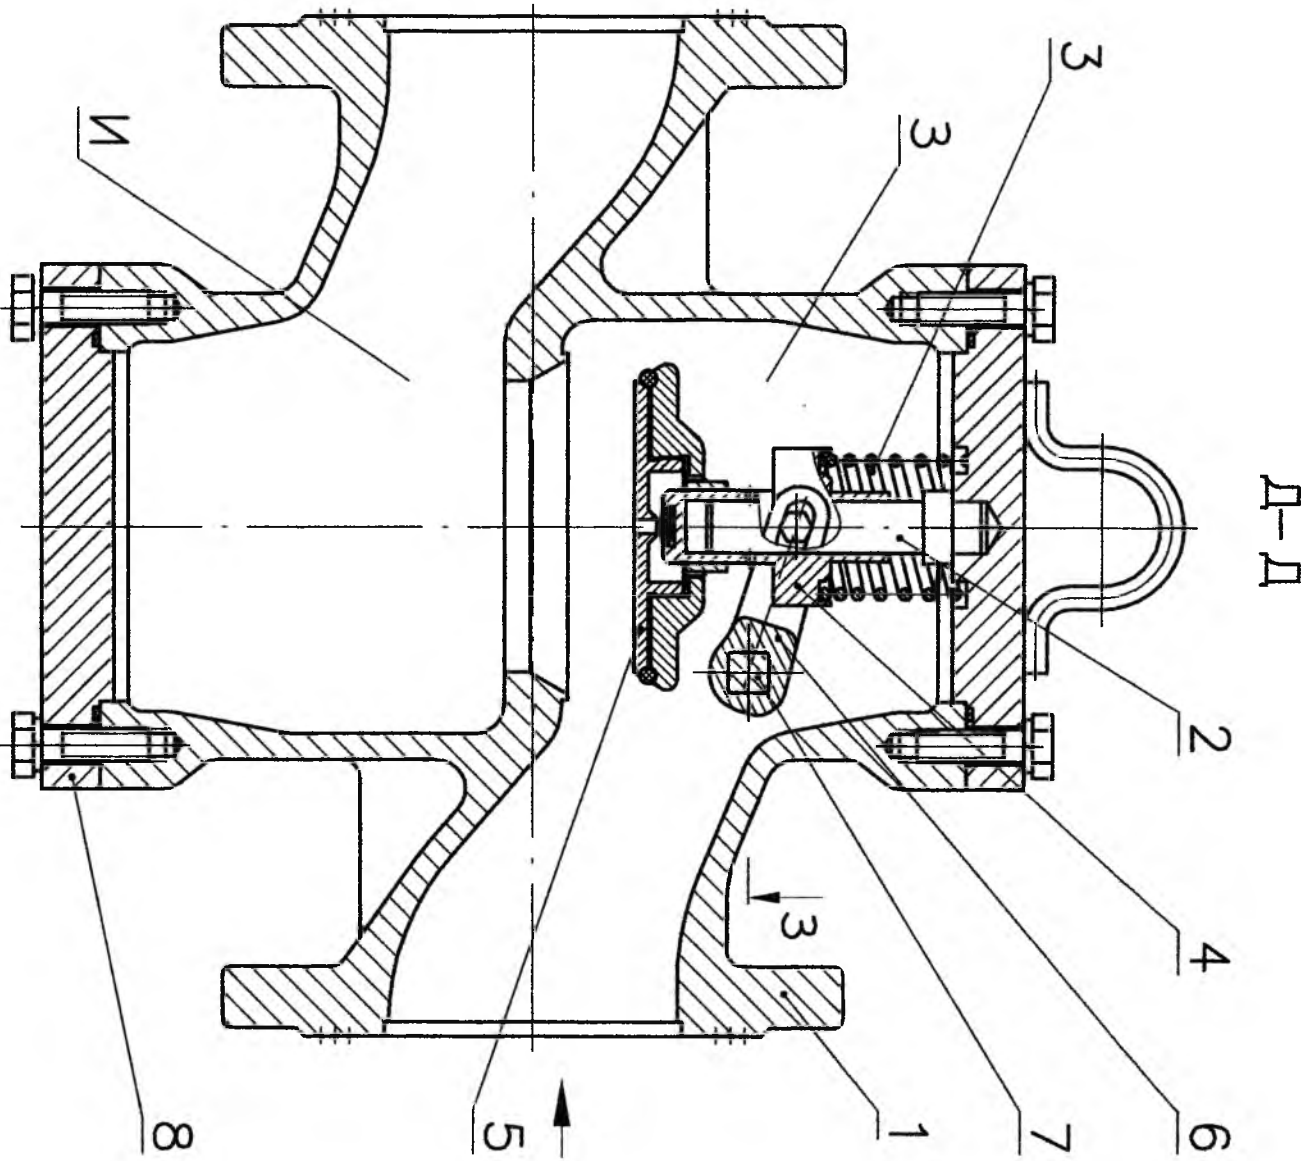

Рисунок 4
1.2.2 Клапаны ПКН-100А, ПКВ-100А, ПКНВ-100А (конструктивное решение), рисунок 4, состоит из литого корпуса 1, верхней крышки с направляющей 2, возвратной пружины 3, подвижной втулки 4, запорного клапана 5, вилки 6, поворотной оси 7, нижней крышки 8, механизма настройки ПЗК (на рисунке не показан).